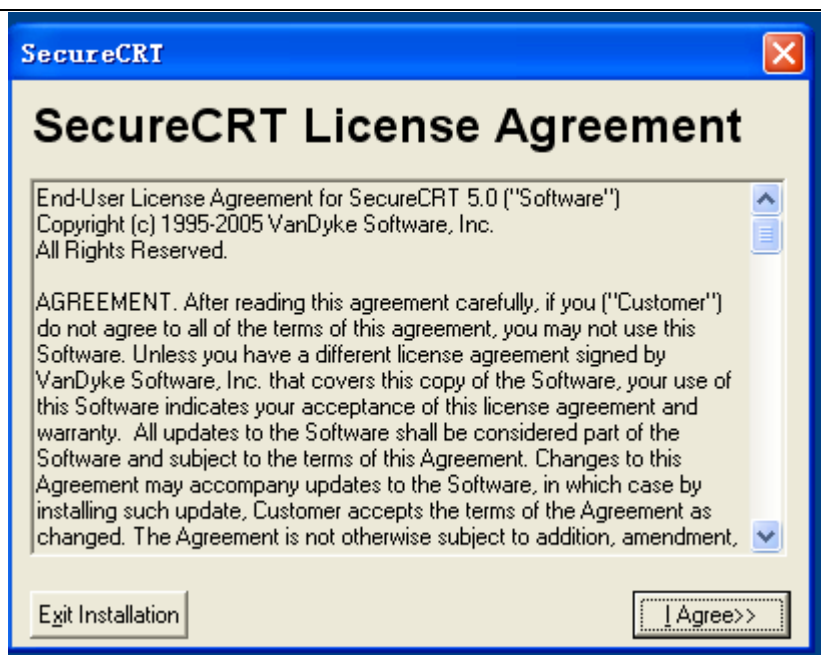

图 2.1
- 2、SecureCRT 软件需要安装, 双击 scrt50b4.exe 图标, 打开安装程序, 出现如下图 2.1,